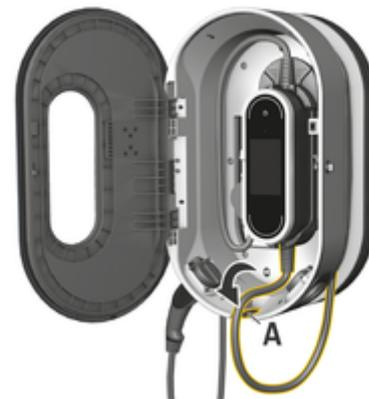

Fig. 19: aggancio dell'unità di comando
3. Far passare il cavo della vettura attraverso l'apertura **A** (Fig. 19) e avvolgere attorno al dock di carica la lunghezza del cavo non utilizzata.